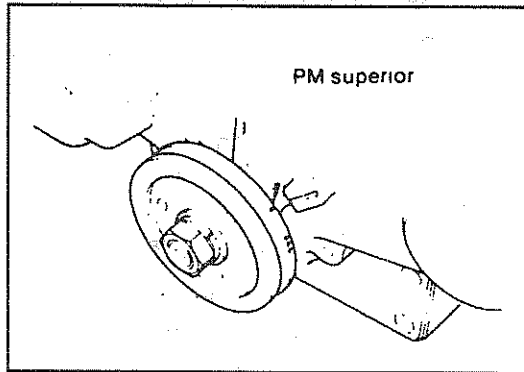

Fig: 26
- c) La posición del punto muerto superior del cilindro nº 1 puede confirmarse mediante las señales de alineación de la tapa de distribución y la polea del cigüeñal (fig 26).